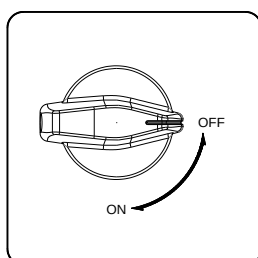

FIG 5-27 Chave CC na posição DESLIGADA
Passo 1 Coloque todas as chaves CC na posição "OFF" conforme mostrado na FIG 5-27.